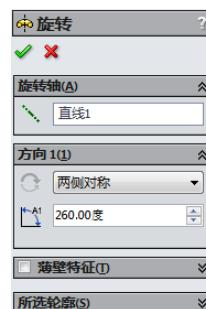

图 3-26 旋转类型为“两侧对称”及其预览效果
(2) 两侧对称：从草图基准面以顺时针和逆时针两个方向生成旋转特征，两个方向的旋转角度相同，旋转轮廓草图位于旋转角度的中央。如图 3-26 所示旋转类型为“两侧对称”，旋转角度为 260 度时的属性管理器及其预览效果。